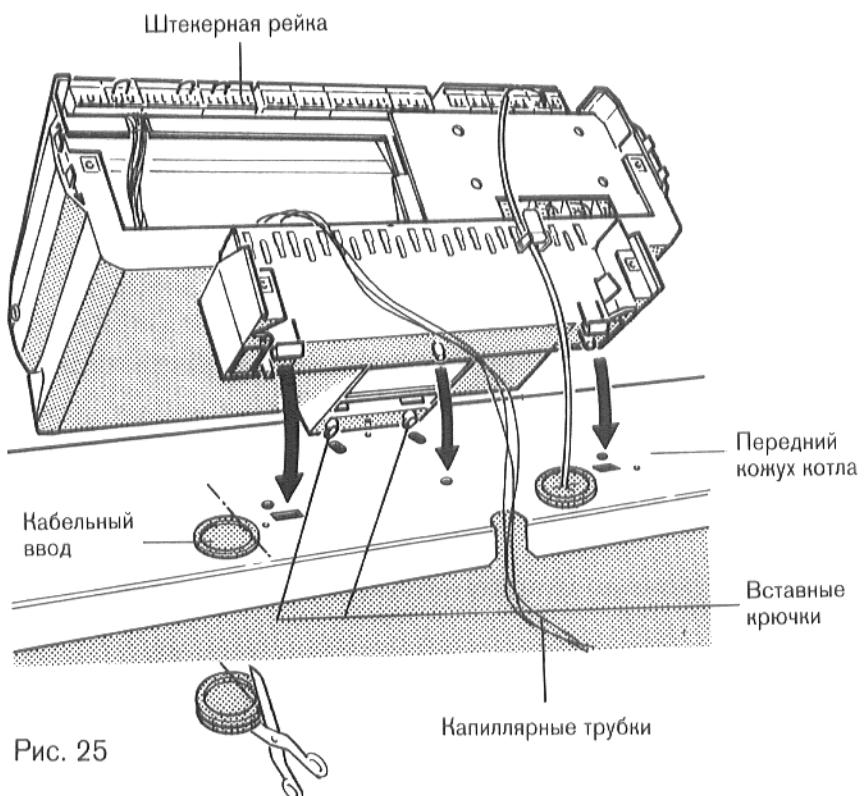
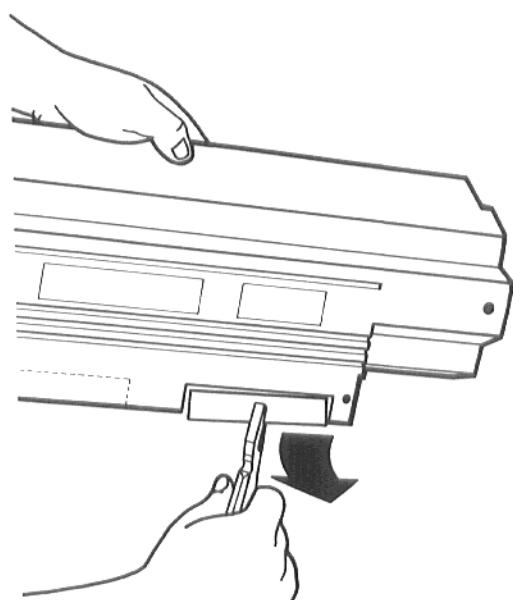

Рис. 25
Рис. 28
- Насадить регулятор на передний кожух котла так, чтобы вставные крючки (рис. 25) на нижней части регулятора вошли в овальные отверстия переднего кожуха котла.
- Тянуть регулятор в направлении вперед и давить его при этом вниз, до тех пор, пока эластичные крючки не войдут в задние четырехугольные отверстия переднего кожуха котла (рис. 25).
- Проложить капиллярные трубы датчиков температуры в отверстие в переднем кожухе котла (рис. 25).
Если не все присоединительные провода проходят через кабельный ввод в переднем кожухе котла (рис. 25), то необходимо выломать предусмотренные для этого места в задней стенке кабельного ввода (у HS 3220) и защитного кожуха зажимов (у HS 332..) (рис. 28). В этом случае присоединительные провода прокладываются сзади в регулятор.